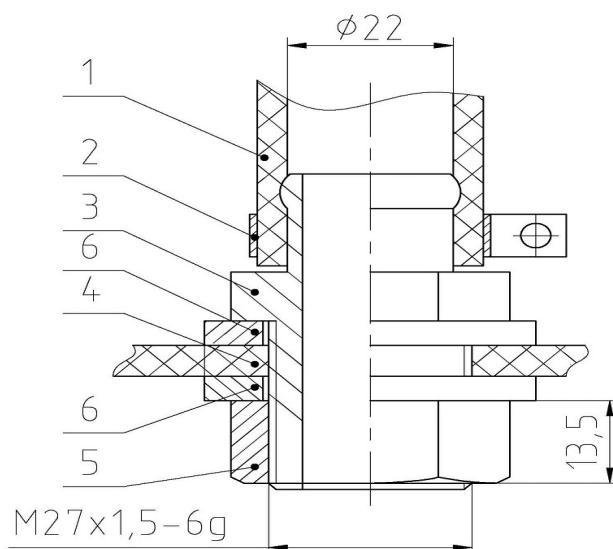

Рис. 1. Установка Штуцера 7408-3509273 в патрубок 5320-1109445.
1.9. Установить Штуцер 7408-3509273 поз. 3. для подвода воздуха в компрессор (из приложенного комплекта деталей) в угловой патрубке 5320-1109445 (5410-1109429 - вариант исполнения) поз. 4, соединяющий воздушный фильтр автомобиля с коллектором двигателя (см. Рис.1 и Фото 5). Для этого: